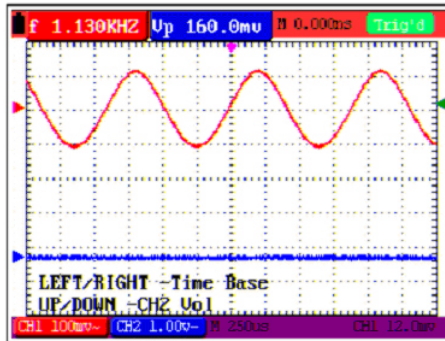

Figura 5.- Escala de unidad de voltaje de Canal 2.
3. Pulse “OSC OPTION” de nuevo. El siguiente texto aparecerá en la esquina inferior izquierda de la pantalla, como se muestra en la figura 5: